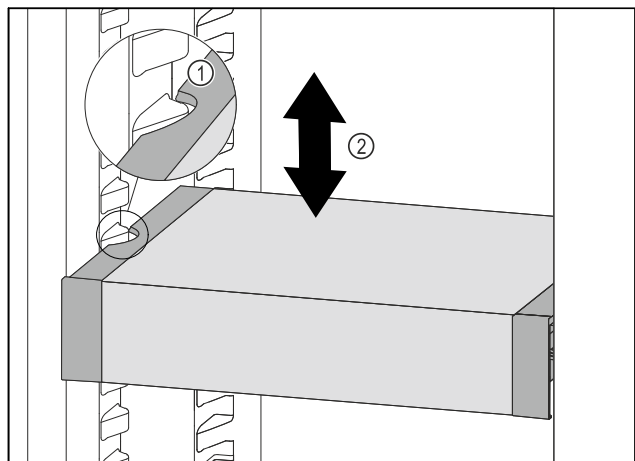

Fig. 52
- ▶ Tirer le VarioSafe vers l'avant jusqu'à ce que les encoches latérales du VarioSafe soient à la hauteur de la nervure du bac dans la partie réfrigérateur. Fig. 52 (1)
- ▶ Déplacer le VarioSafe vers le haut ou vers le bas dans la partie réfrigérateur jusqu'à ce que la hauteur souhaitée soit atteinte. Fig. 52 (2)